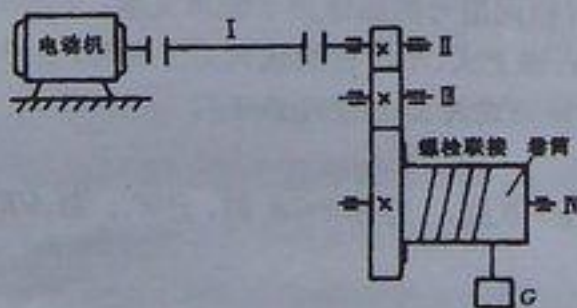

图 4
1. 图 4 所示为一起重装置，试分析轴 I、轴 II、轴 III、轴 IV 的受力情况 (弯矩、扭矩)。(4 分)